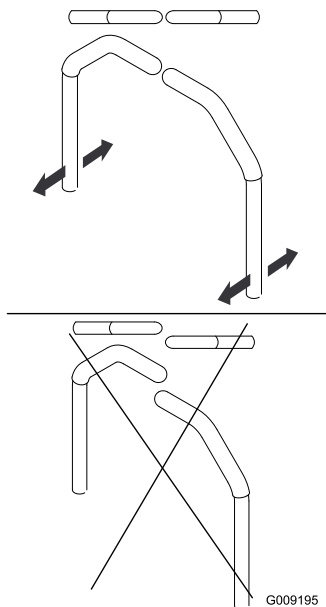

Bild 63
4. Fluchten Sie die Hebel in Längsrichtung aus. Bringen Sie die Hebel zuerst in der NEUTRAL-Stellung zusammen und schieben Sie die Hebel dann so lange, bis sie ausgefluchtet sind. Ziehen Sie dann die Schrauben an (Bild 63).